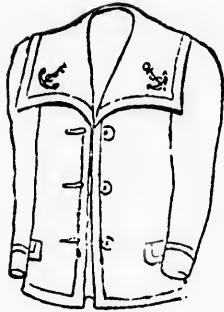

FIGURE 94
JAQUETTE POUR FILLETTE DE 4 à 12 ANS, (fig. 94).
S. (fig. 94).
La figure 94 représente la veste avec le col marin terminé.